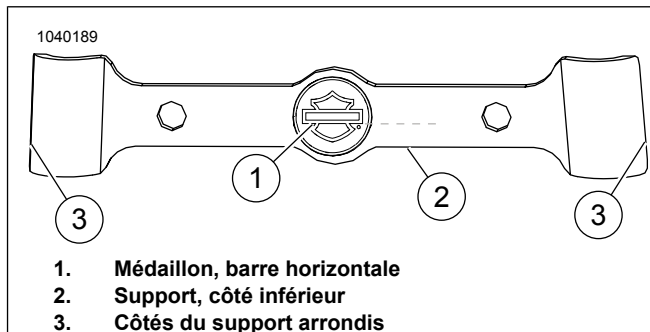

Figure 3. Alignement du médaillon
- Figure 3 Les côtés du support (3) ne sont pas symétriques. La largeur en haut est inférieure à la largeur en bas.
- Figure 3 Aligner la barre horizontale du médaillon (1) avec le bord inférieur (2) du support. Ils doivent être parallèles.
- Figure 3 Retirer la protection adhésive des côtés gauche et droit du support (3).